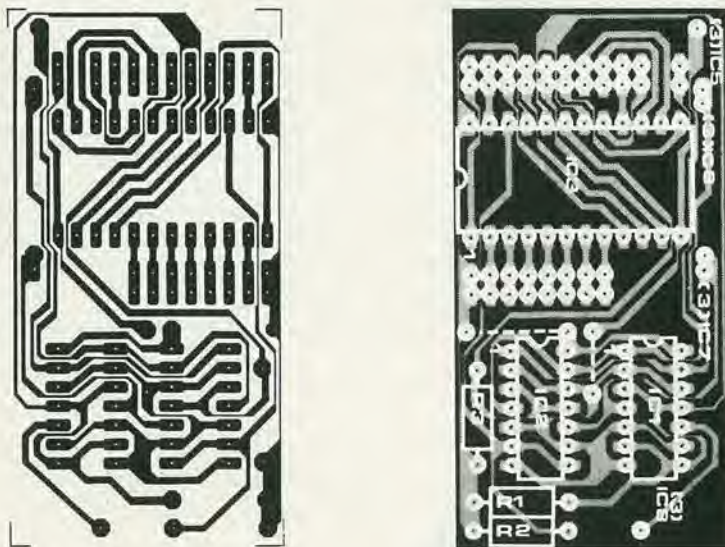

Figura 11. Circuito stampato e disposizione dei componenti per il circuito supplementare di figura 10.
**Elenco componenti di figura 11**
Figura 12. I collegamenti in filo rigido usati per le connessioni tra la basetta di figura 11 ed il circuito stampato principale, sono infilati in due fori adiacenti ad IC3, come si vede nello schizzo.
Il circuito stampato per la "EPROM alternativa" si vede in figura 11. Dopo il montaggio dell'integrato e delle resistenze, si devono saldare nelle giuste posizioni dei pezzetti di filo corti e rigidi per potersi collegare agli zoccoli per integrati esistenti sul circuito stampato dell'interfaccia per cassette.